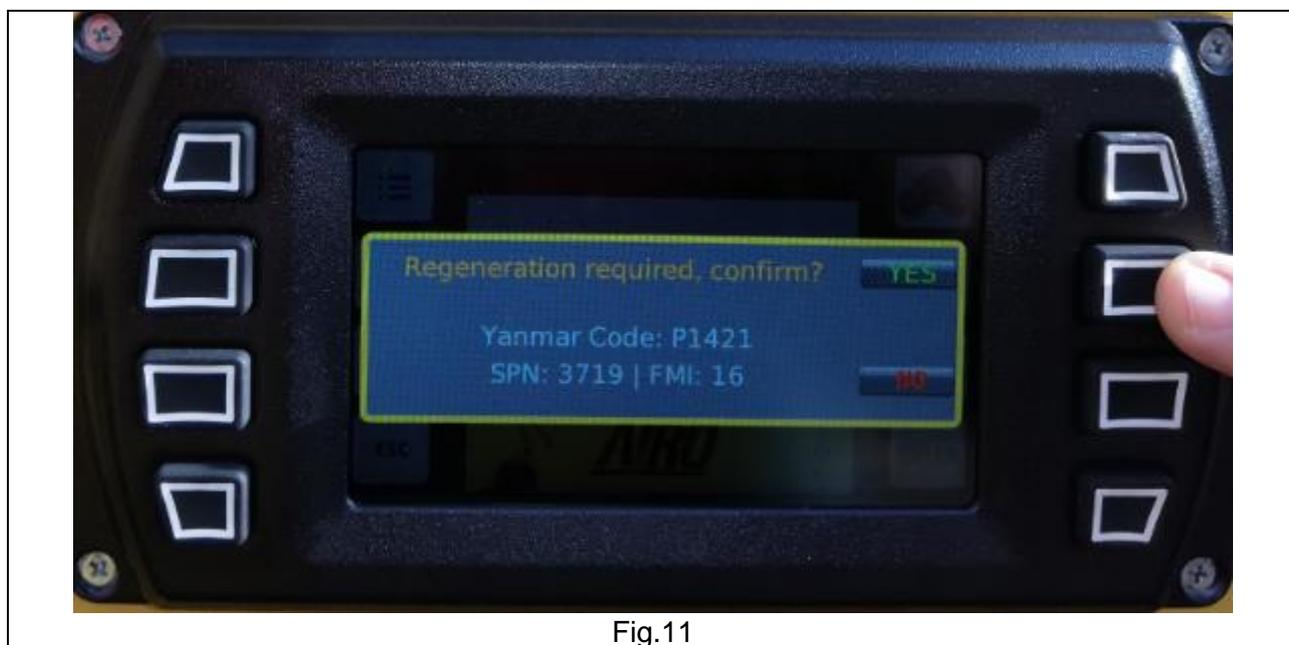

Fig.11
- Compare la scritta come in Fig.11 "**Regeneration required, confirm?**". Selezionare quindi "YES" col pulsante "F" in corrispondenza, per avviare la rigenerazione.
A questo punto si apre la finestra come in Fig.11, quindi cliccare su "Yes". A rigenerazione avviata, si presenterà la seguente videata, in cui è possibile osservare l'avanzamento della stessa. Il motore in modo graduale si porta a 2200 RPM, e la barra "STATUS" si carica fino a riempirsi totalmente a rigenerazione completata.